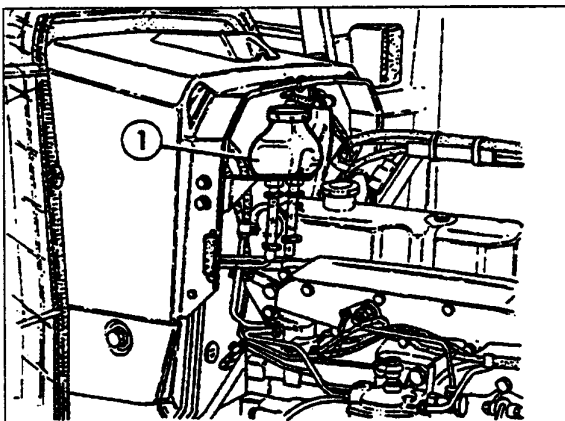

Fig.5-61
Depósito del circuito de mando frenos - Fig.5-61
ADVERTENCIA: para cambiar y agregar aceite en el depósito del líquido de los frenos (1 - Fig. 5-61) prestar mucha atención porque es un aceite especial. En estas máquinas se usa un aceite con base mineral. No intercambiar ni mezclar jamás diferentes tipos de aceite, esto llevaría en poco tiempo a la ineficiencia total del sistema frenante del tractor.
1. Controlar que el depósito de alimentación (1) de los frenos este abastecido (Fig. 5-61).